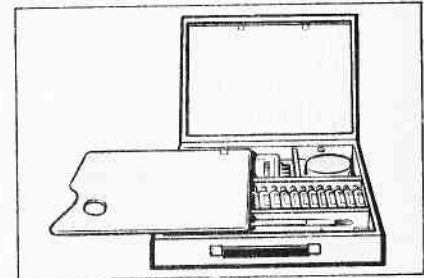

Рис. 27. Этюдник обычный.
**Этюдник обычный** (рис. 27) — это неглубокий ящик с крышкой. На внутренней стороне крышки имеются пазы для одного или двух фанерных вкладышей-планшетов с прикрепленными к ним холстами и грунтованным картоном.